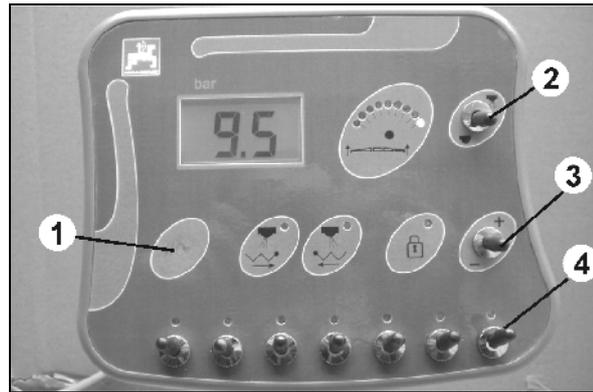

Fig. 2
3.  Conectar (Fig. 2/1) **AMASET⁺**
6.  (Fig. 2/3) accionar **+** / **-** hasta que el indicador visualice una presión de rociado de 4 bar.
- o Cerrar un ancho parcial mediante el interruptor para anchos parciales (Fig. 2/4). La presión de rociado ajustada se altera en el indicador de presión de rociado.